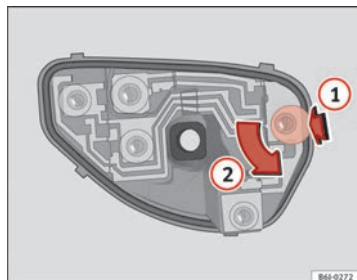

Fig. 178 Cambio lampade luci posteriori
- Una volta tolto il portalampada, premere nel senso indicato dalla freccia (1) e ruotare contemporaneamente nel senso indicato dalla freccia (2) ⇒ fig. 178.